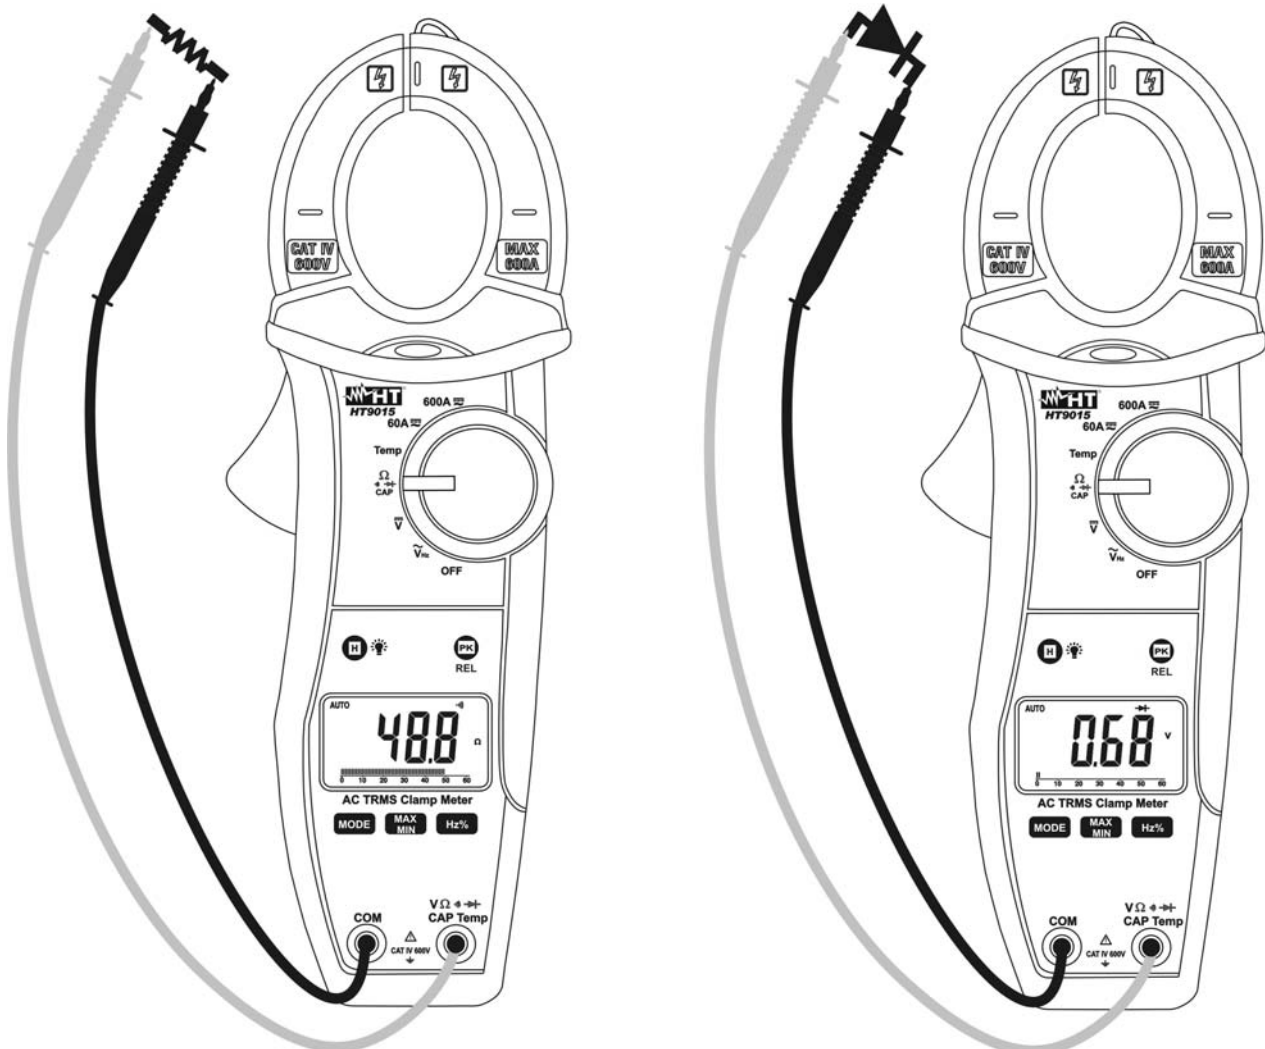

Abb. 6: Durchgangsprüfung und Diodentest
3. Verbinden Sie die Meßleitungen mit den Eingangsbuchsen. Die rote Meßleitungsbuchse mit der **V** Ω \rightarrow \rightarrow **CAP** **Hz%** **Temp** Eingangsbuchse, die schwarze Meßleitungsbuchse mit der **COM** Eingangsbuchse, und verbinden Sie die Meßspitzen mit dem Messkreis (Abb.6 linke Seite). Der Meßwert wird angezeigt.